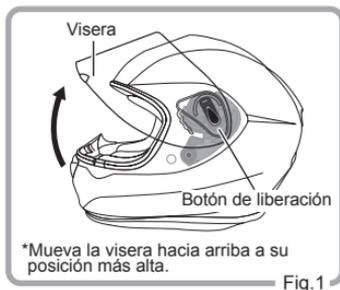

Fig.1
1. Mueva la visera hacia arriba (Fig. 1). (Muévela todo lo que se pueda).